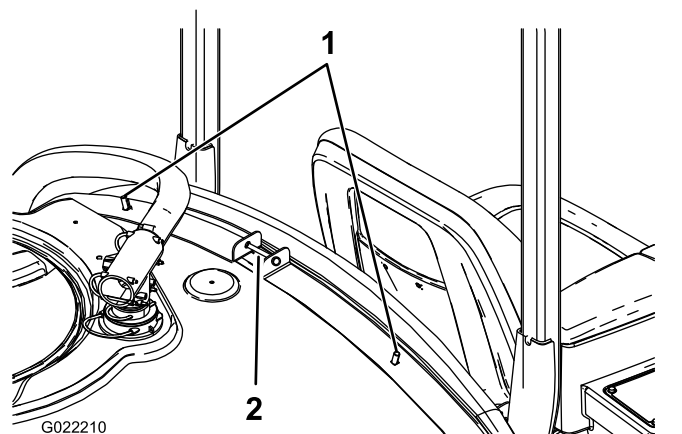

图 1
2. 将 2 个托架螺栓安装到药缸前箍带的上部内侧孔中 图 1。